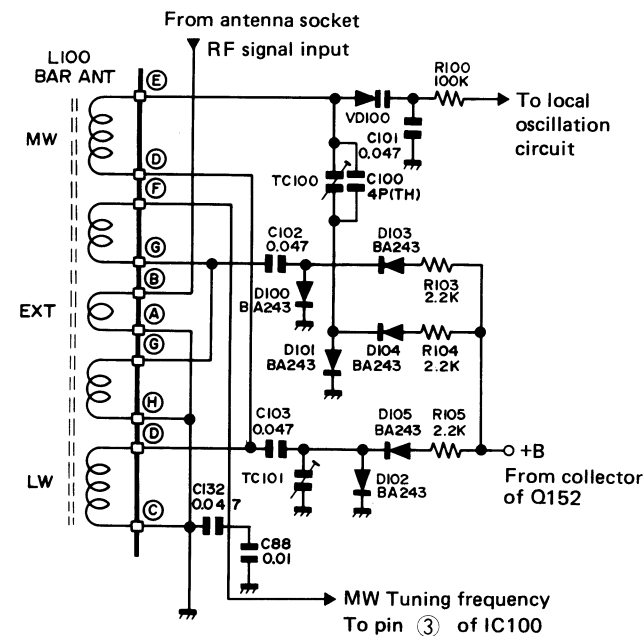

Figure 7-2
• In MW reception (See Fig. 7-2)
• Bei MW-Empfang (Siehe Abbildung 7-2)
• Lors de la réception de PO (Voir la Fig. 7-2)